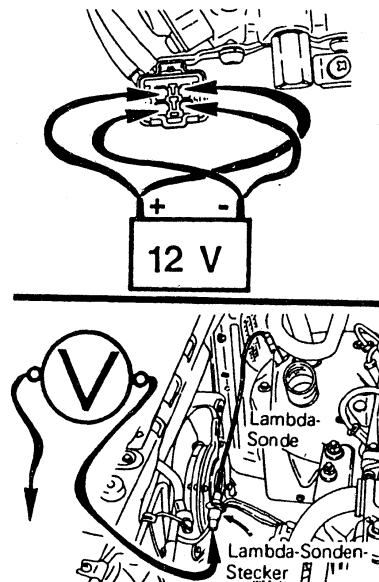

Bild 31 Funktionsprüfung der Lambdasonde.
- Die **Funktionsprüfung** erfolgt mit einem exakten Digital-Voltmeter. Dazu sind der betriebswarme Motor (85... 95°C) während ca. 2 Minuten im Leerlauf laufen zu lassen, die Zündung auszuschalten, die Stecker von den beiden Magnetventilen am Vergaserdeckel abzuziehen, direkt Batteriespannung an die Magnetventile zu legen (Bild 31) und der Motor wieder zu starten. Der Schlauch für die Sekundärluftzufuhr hinter (!) den Dreiwegkatalysator ist abzuziehen und zu verschliessen. Der CO-Gehalt in den Abgasen muss jetzt **0 Vol. %** und die Ausgangsspannung der Lambdasonde **0 Volt** betragen.